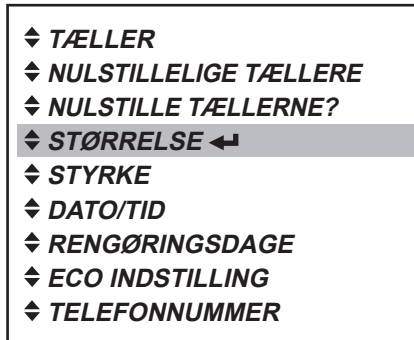

Fig. 35
1. Tryk på enter-knappen for at gå ind i «STØRRELSE»-menuen (fig. 35).